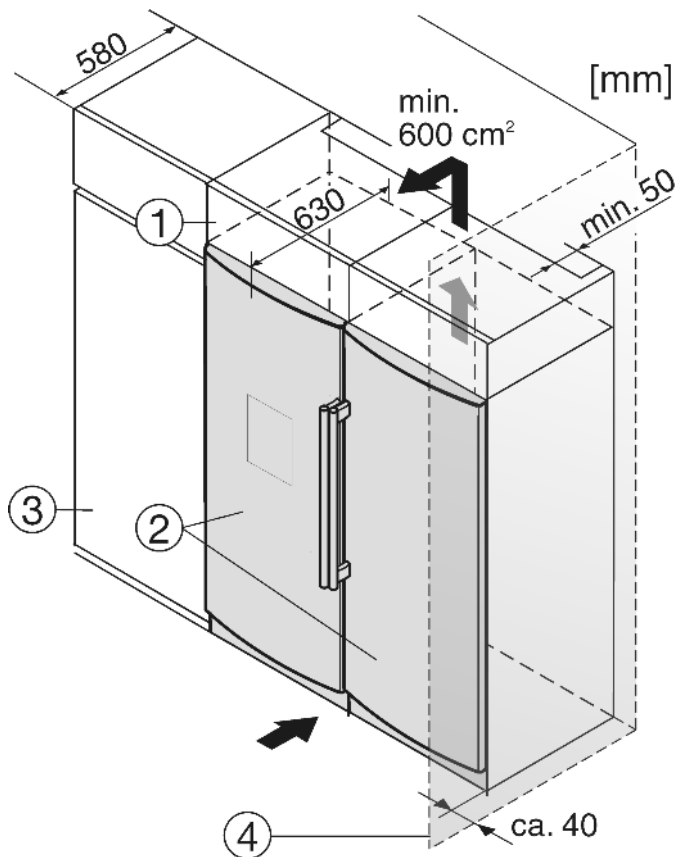

Fig. 19
- (1) Opbouwkast (3) Keukenkast
(2) Apparaat (4) Wand
Het apparaat Fig. 19 (2) kan worden ingebouwd in de keuken. Om het apparaat aan de hoogte van het keukenblok aan te passen, kunt u er een passende opbouwkast Fig. 19 (1) op plaatsen.
Bij ombouw met keukenkasten (max. diepte 580 mm) kan het apparaat direct naast de keukenkast Fig. 19 (3) worden opgesteld. De apparaatdeur steekt opzij 34 mm en in het midden van het apparaat 50 mm uit ten opzichte van het keukenkastfront. Hierdoor is de deur zonder problemen te openen en sluiten.
Plaatst u het apparaat met de scharnierkant naast een muur Fig. 19 (4), dan moet de afstand tussen apparaat en muur minstens 40 mm bedragen. Dit in verband met het uitsteken van de deurgreep bij een geopende deur.